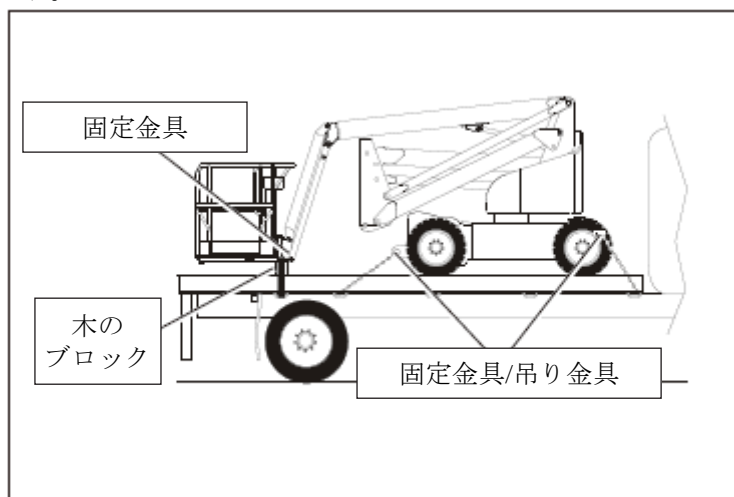

図 9.5 - プラットホーム
4. 本機を支持する筋交いの下に大きい木のブロックを置きます（図9.5を参照）。木のブロックの上に載るように本機を降ろします。